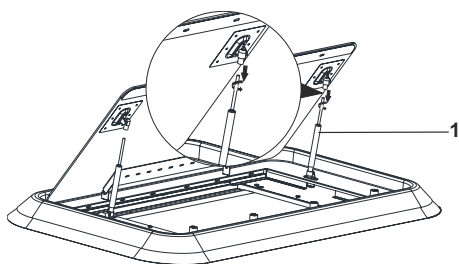

Abb. 12
- 2.** Die Gasdruckdämpfer in Pfeilrichtung drehen und öffnen (Abb. 12).